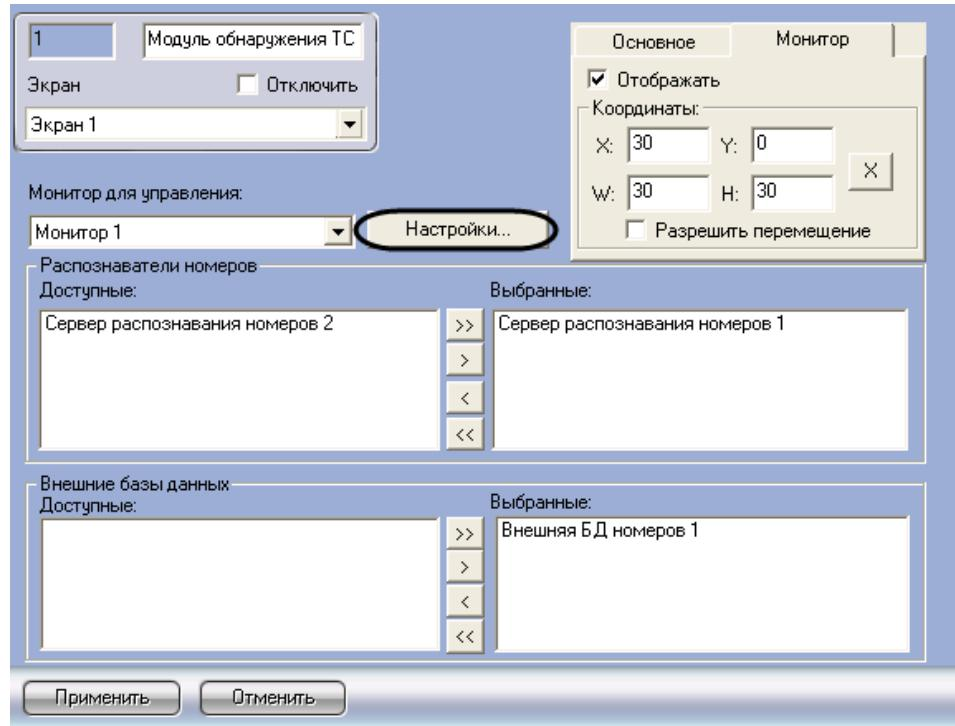

Рис. 7.8—9. Доступ к настройкам звукового оповещения при регистрации тревожных событий
- Перейти на панель настройки объекта «Модуль обнаружения ТС» (Рис. 7.8—9).
- Нажать кнопку «Настройки» (см. Рис. 7.8—9).